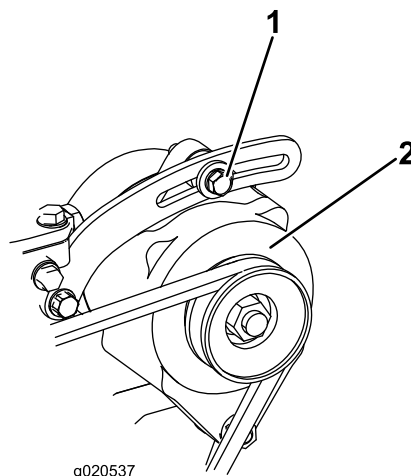

Figura 48
Verifique o estado e a tensão das correias (Figura 48) após cada 100 horas de funcionamento.
2. Se a deslocação obtida não for igual a 10 mm, deve desapertar os parafusos de montagem do alternador (Figura 48). Aumente ou diminua a tensão da correia do alternador e aperte os parafusos. Verifique uma vez mais a deslocação da correia para se certificar de que a tensão está correta.